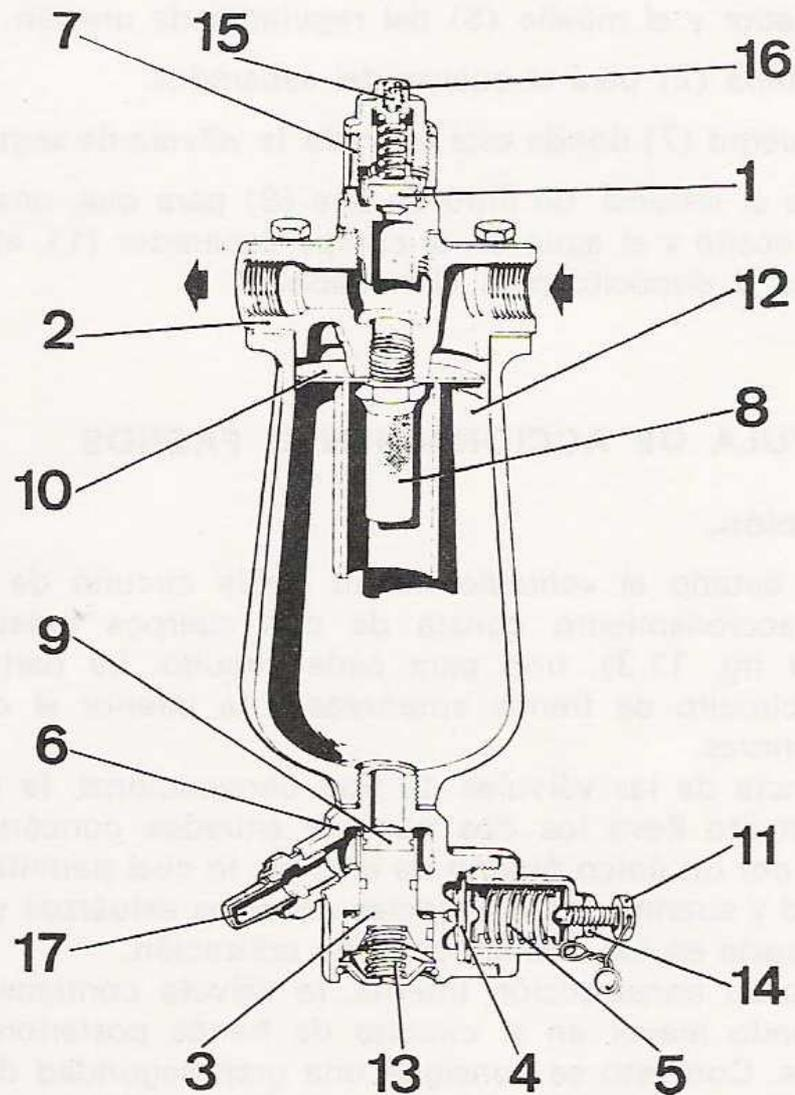

Fig. 11.2. - Depurador-regulador de aire
- b) **Depurador-regulador de aire** (fig. 11.2).
a) Elementos componentes (fig. 11.2).
1. Un cuerpo (1) separador de agua y aceite.
2. Un cuerpo regulador (6) compuesto por: el émbolo (3) y la válvula (9) para la descarga automática del separador y marcha en vacío del compresor; una membrana (4) para cierre del regulador y el muelle (5) del regulador de presión.
3. Una tapa (2) para el cuerpo del separador.
4. Un cuerpo (7) donde está ubicada: la válvula de seguridad (1).